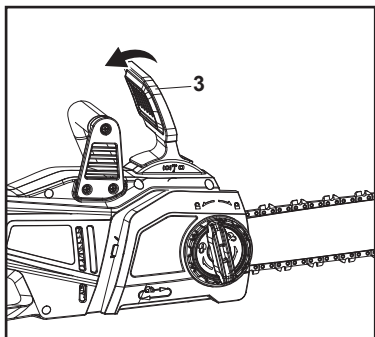

Fig. 14. Freno de cadena desactivado
Freno de cadena desactivado: cuando la palanca de freno de la cadena (3) está en la posición de desactivación, el producto puede usarse con normalidad (Fig. 14).